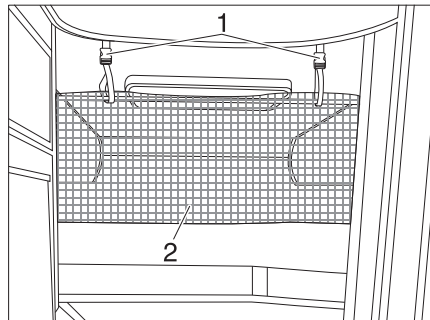

Bild 164 Skyddsnät
Skyddsnätet (Bild 164,2) är standard. Det ligger mellan madrassen och ribbotten. Skyddsnätet ska först monteras när personen som ska sova där befinner sig i sängen.
- Haka fast fästbanden (Bild 164,1) i hållarna i taket.